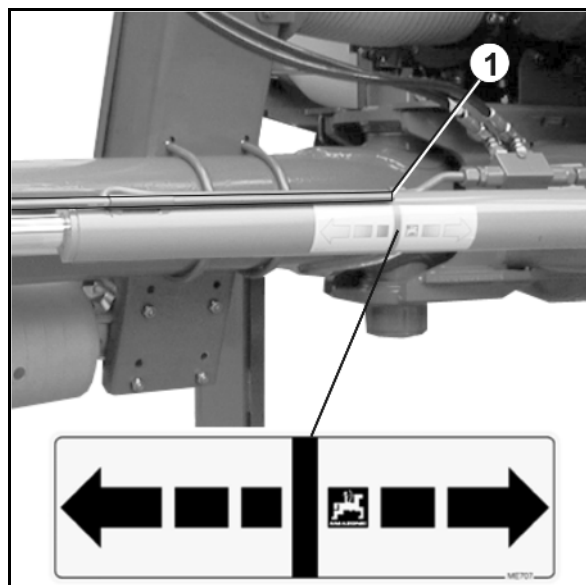

Fig. 41
1. Traktor-Steuergerät *blau* betätigen bis sich die Deichsel in Nullstellung (Fig. 41/1) befindet.